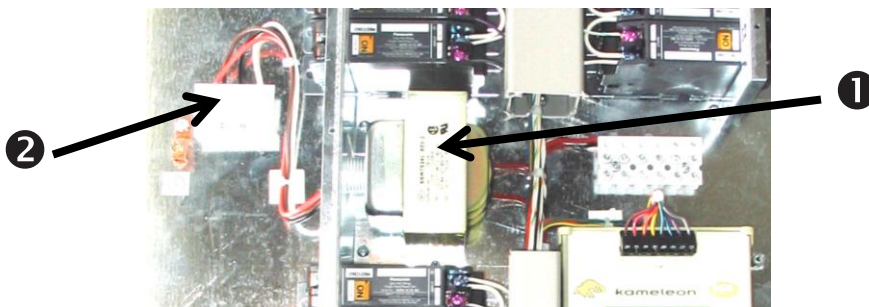

Figure 4.3 : Raccordement du transformateur de contrôle
4.31. Source d'alimentation : voir figure 4.3
2. Comme illustré à la figure 4.3, rechercher le dispositif de contrôle manuel du relais.